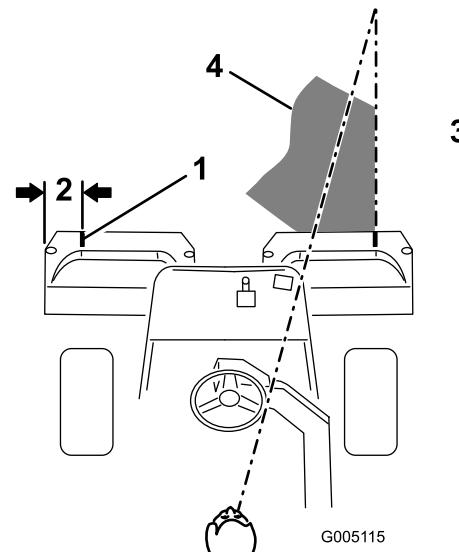
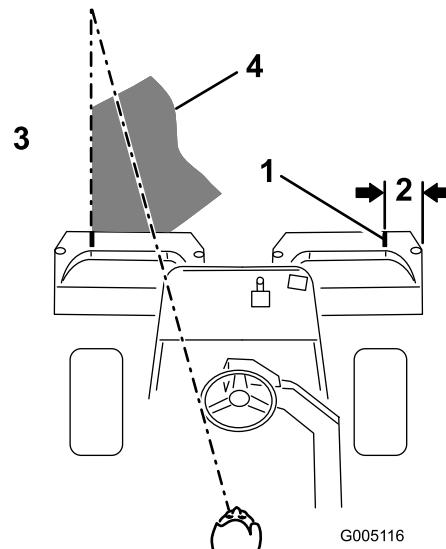

Bild 31
Bild 32
2. Bringen Sie einen Streifen weißes Isolierbands an jedem Korb an, oder zeichnen Sie eine Linie. Das Isolierband bzw. die Linie sollten parallel mit der äußeren Kante jedes Korbs verlaufen (Bild 31).
3. Wenn Sie zurückfahren, sollte der neue Mähgang den ersten ein klein wenig überlappen. Damit Sie in einer möglichst geraden Linie über die Grünfläche fahren können und einen gleichmäßigen Abstand zum zuvor gemähten Rasenstück einhalten können, sollten Sie sich eine imaginäre Sichtlinie ungefähr 1,8 bis 3 m vor der Maschine bis zum Rand des noch ungemähten Teils der Grünfläche vorstellen (Bild 31 und Bild 32). Manche Leute finden es auch hilfreich, die äußere Kante des Lenkrads in die Sichtlinie mit einzubeziehen, d.h. sie halten das Lenkrad in einer Linie mit einem Punkt, der immer im gleichen Abstand von der Vorderseite der Maschine bleibt (Bild 31 und Bild 32).